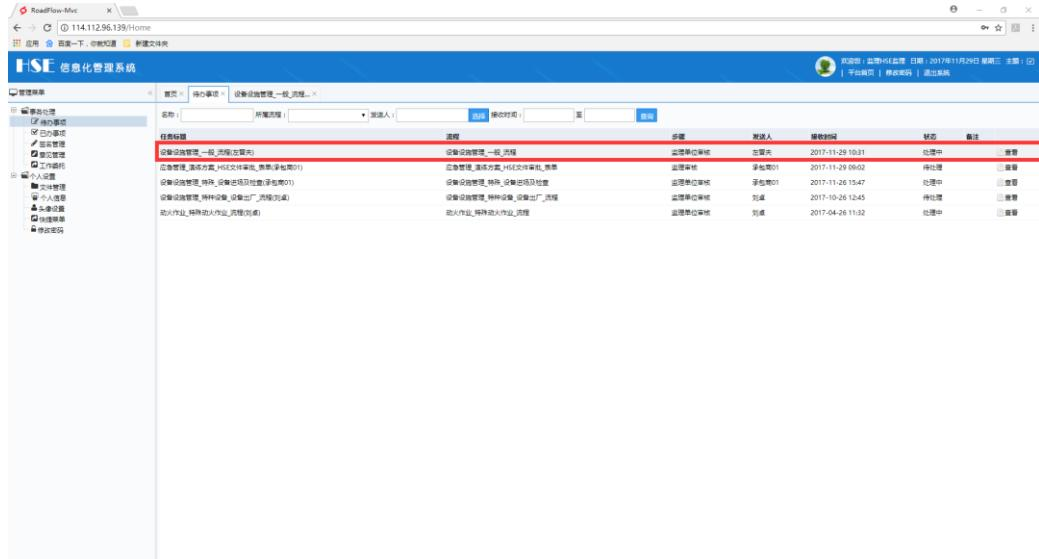

图 5.1-8 待办事项
2. 在菜单栏的【事务处理】→【待办事项】中找到任务标题为“设备设施管理\_一般\_流程(承包商01)”的待办流程，点击标题文字或点击后面的【查看】按钮即可编辑审批该业务流程，如图 5.1-8 所示：